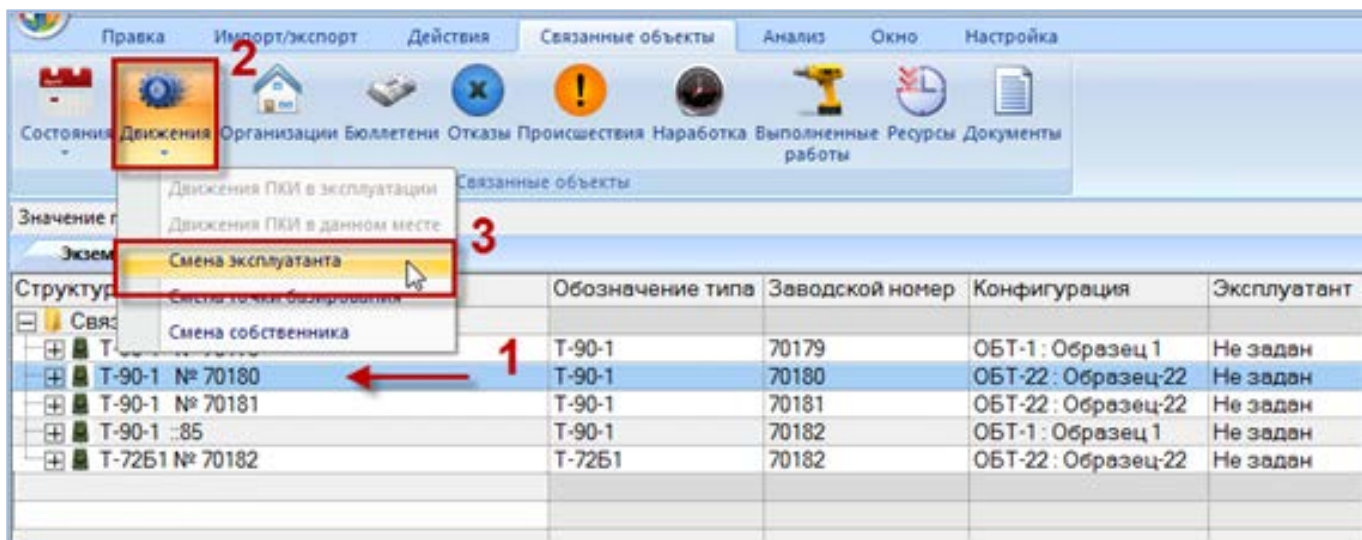

Рис. 22-25 – Открытие окна связанных объектов «Эксплуатант»
- 2) Выделить экземпляр ФИ (1 на рис. 22-25).
- 3) Нажать кнопку «Движения» панели «Связанные объекты» и из раскрывшегося списка выбрать пункт «Смена эксплуатанта» (2 и 3 на рис. 22-25).